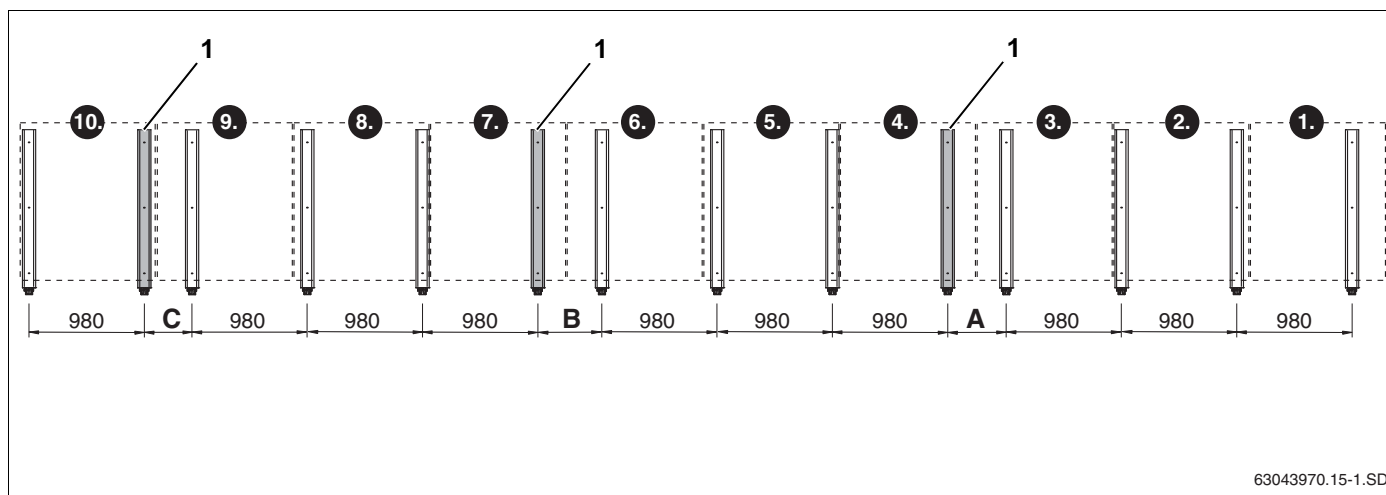

Fig. 23 Grundudførelse for op til 10 lodrette solfingere (angivelser i mm)
Ved lodret montering skal der opstilles en ekstrastøtte ved den 4., 7. og 10. solfanger (fig. 23, **pos. 1**).